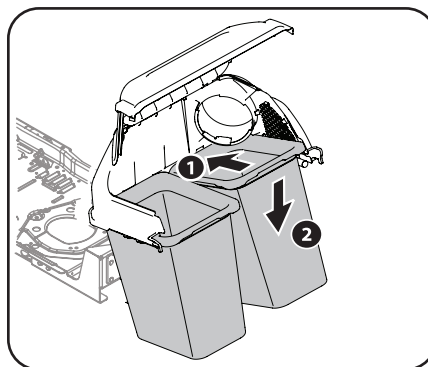

Figura 4-11
7. Instale ambos conjuntos de bolsas (664-05104) en las ménsulas de soporte de bolsa insertando primero el borde delantero, como se ve en Figura 4-11, y bajando el borde posterior hasta que calce en el conjunto (2).